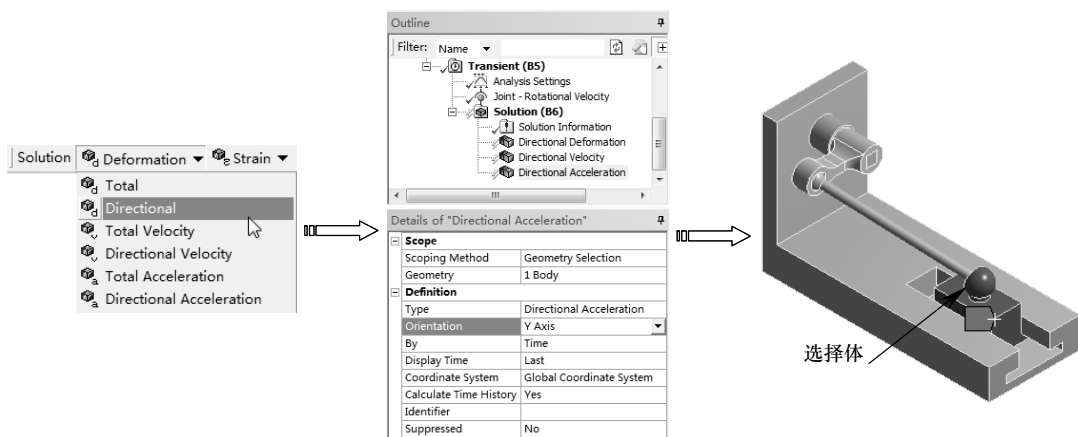

图 10-31 添加加速度求解项
4) 求解加速度。单击【Solution】工具栏上的【Deformation】|【Directional Acceleration】命令，此时在分析树中插入【Directional Acceleration】项，在图形区选择如图 10-31 所示的实体，在详细设置窗口中设置【Orientation】为 Y Axis，如图 10-31 所示。